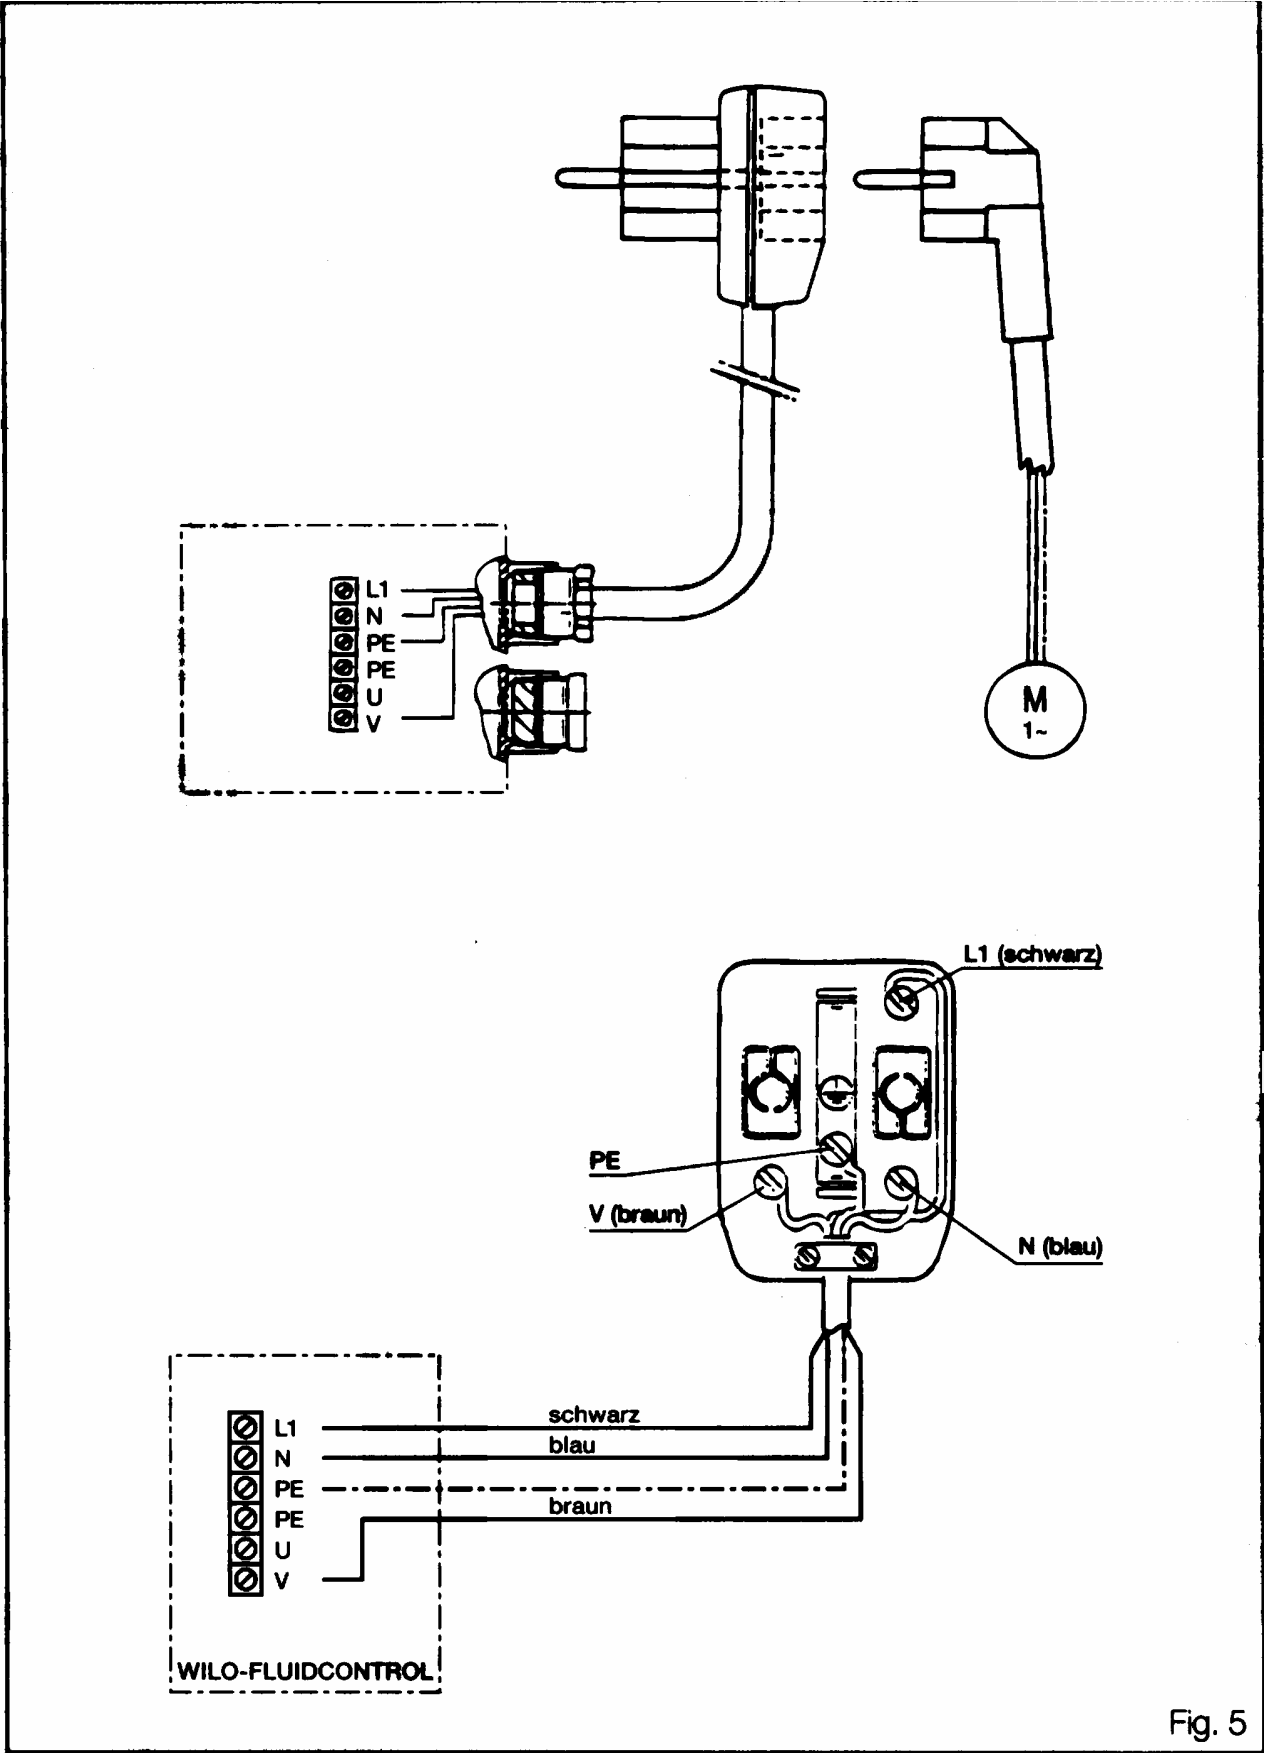

Fig. 5
- подключение проводить в соответствии с рис. 4 и рис. 5;